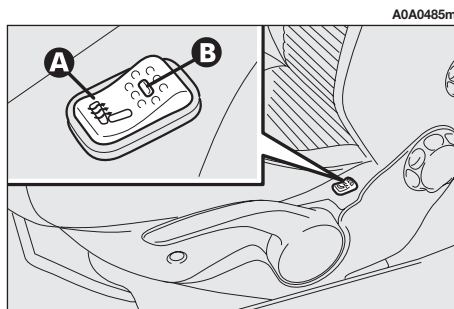

fig. 14
**CHAUFFAGE DES SIÈGES (fig. 14) (pour versions/marchés où il est prévu)**